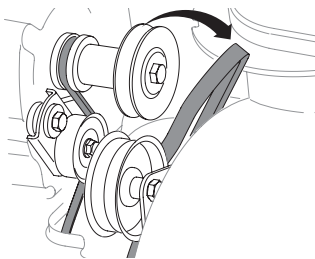

Figure 79
3. Faites glisser la courroie des tarières de la poulie du moteur. Voir (Figure 79).